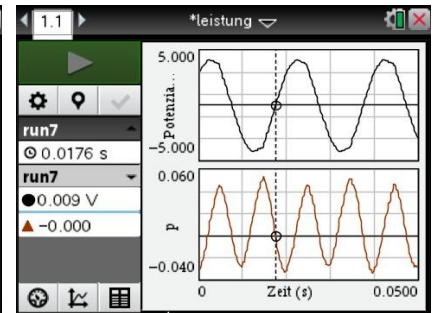

Bild 17.6
3. Da $u(t) \cdot i(t) = p(t)$ aber die doppelte Frequenz von $u(t)$ bzw. $i(t)$ hat, muss man über 2 Perioden von $p(t)$ integrieren. Das ist gut in Bild 17.6 zu sehen, wo eine Messung noch einmal dargestellt ist, jetzt aber Spannung und Leistung. Der Anfang einer Periode von $u(t)$ ist markiert.